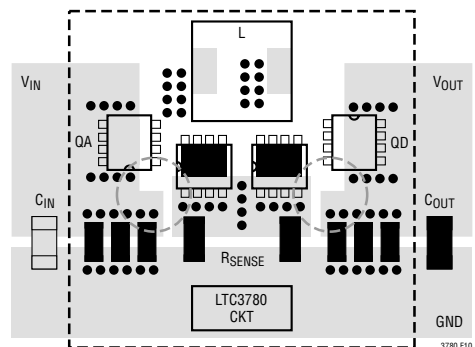

图 10：开关布局
- 将  $C_{\text{IN}}$ 、开关 A、开关 B 和 D1 布设在一个紧凑的区域内。将  $C_{\text{OUT}}$ 、开关 C、开关 D 和 D2 布设在一个紧凑的面积内。图 10 示出一个布局的例子。